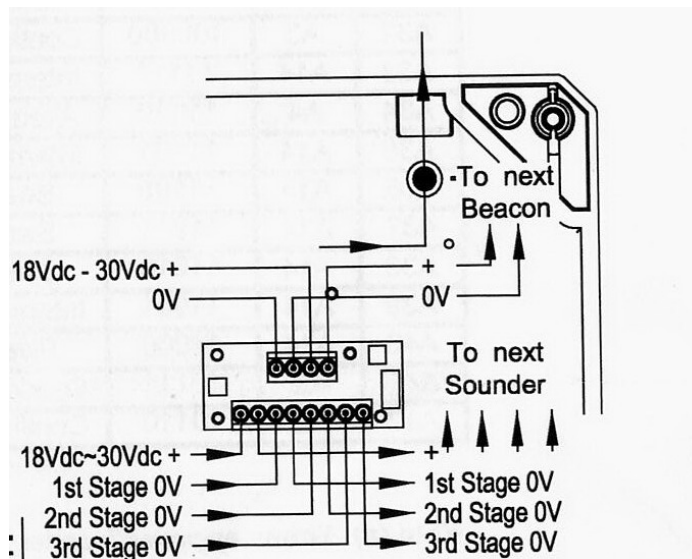

Рис.5.
5. Проводники внешней электропроводки подключаются к винтовым контактным клеммам, расположенным на монтажной базе оповещателя. Перед подключением проводника необходимо снять с него слой защитной изоляции на длину 3...4мм. Проводники должны подключаться к клемме оповещателя именно так, как показано на Рис.5. Это необходимо, чтобы гарантировать обрыв электропроводки при изъятии оповещателя, что, в свою очередь, необходимо для надежного контроля исправности электропроводки в линии по всей ее длине, осуществляемым внешним прибором. Поэтому, участки линии должны выполняться отдельными кусками кабеля, соединяемыми между собой через клеммы оповещателей. Подключите внешние провода (шлейф оповещения) к винтовым зажимам клеммной колодки. Проверьте правильность полярности подключения.
Входы питания оповещателя поляризованы, т.е. они не восприимчивы к напряжению «обратной» полярности. Это позволяет применять оповещатель совместно с приборами управления, контролирующими исправность электропроводок напряжением обратной полярности. Схема подключения электропроводок к оповещателю показана на Рис.5.